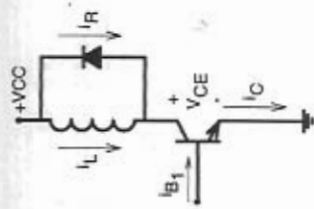

Fig. 5.7: Recuperação do diodo.
- 3ª etapa: recuperação do diodo (Fig. 5.7).